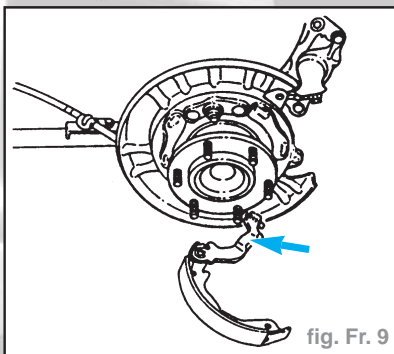

fig. Fr. 9
- Déposer le câble arrière du levier de frein à main (flèche) - (fig. Fr. 9).
- Accrocher le câble arrière au levier de frein à main (fig. Fr. 9).